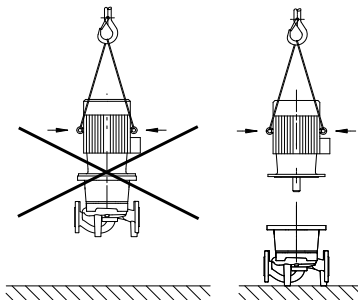

Fig. 8 : Transport du moteur
- Les œillets de transport du moteur sont exclusivement dédiés au transport du moteur et non de la pompe complète (Fig. 8).